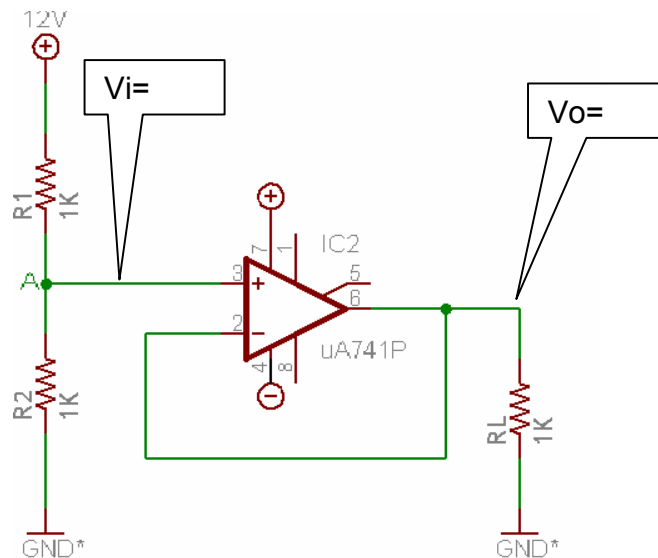

FIGURA 2
3.4 Arme el circuito amplificador de ganancia unitaria como se muestra en la figura 2 y mida los voltajes de entrada y de salida del amplificador operacional, ¿Cuál es el voltaje de entrada  $V_i =$  \_\_\_\_\_ y de Salida  $V_o =$  \_\_\_\_\_